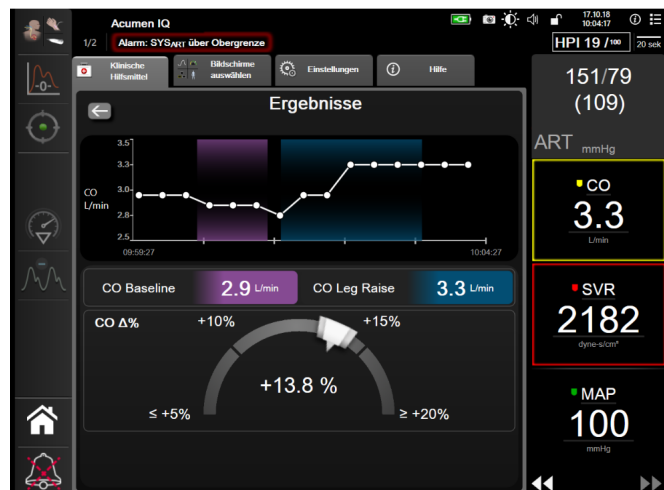

Abbildung 13-12 Test zur Flüssigkeitsreagibilität – Bildschirm „Ergebnisse“
- 9 Nach Abschluss des Tests wird die Änderung im ausgewählten **Parameter**-Wert als Reaktion auf die Flüssigkeitsgabe angezeigt. Siehe Abbildung 13-12. Zum Durchführen eines anderen Tests auf das Zurück-Symbol tippen, oder auf das Startseiten-Symbol tippen, um zum Haupt-Überwachungsbildschirm zurückzukehren.